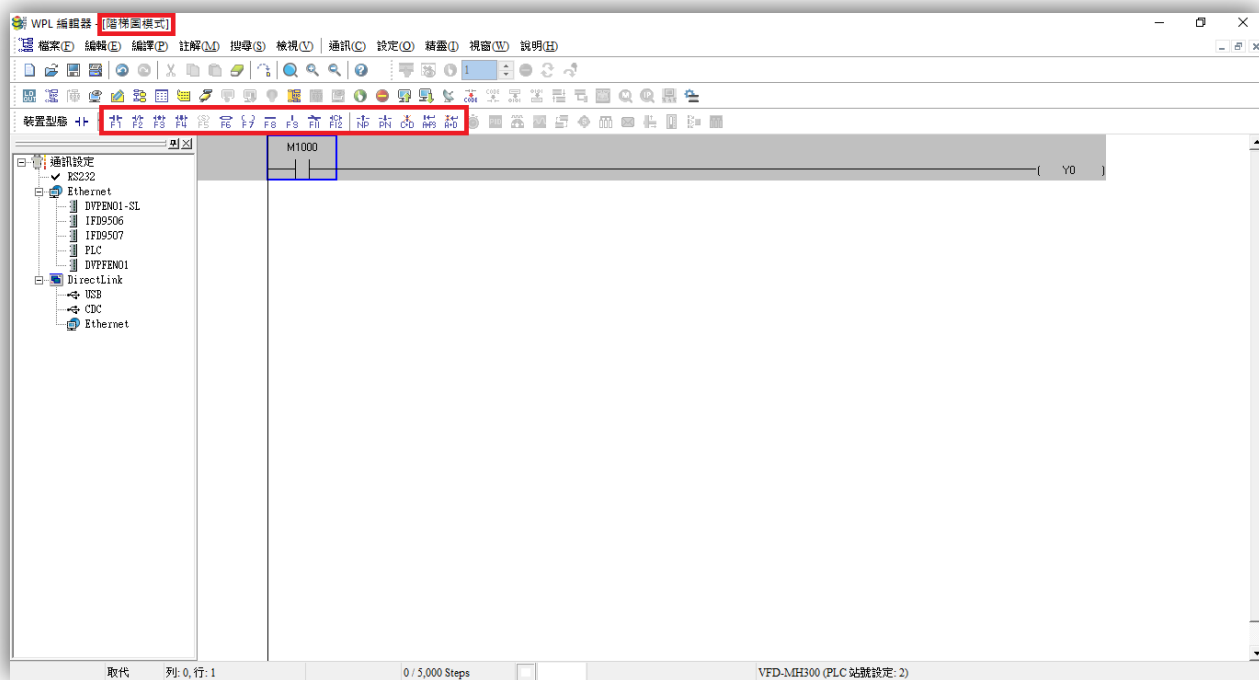

图 16-9
**NOTE** 在阶梯图模式中可利用阶梯图工具栏中的按钮 (如下图 16-9 所示) 进行编辑程序。